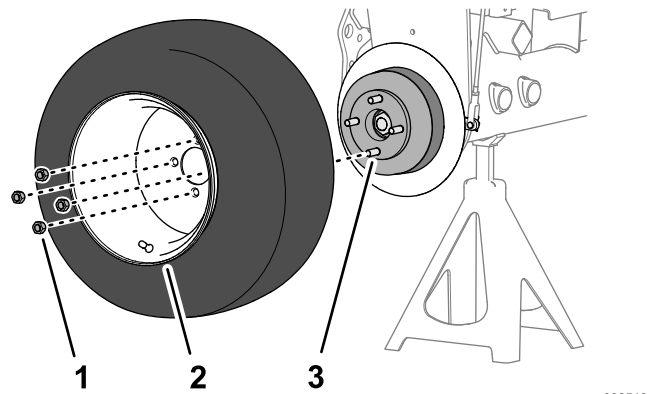

图 72
- 1. 用 4 个车轮螺母将车轮组装到轮毂上 图 72 并用手拧紧。